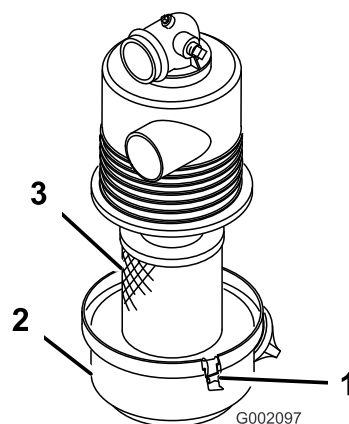

Figure 24
3. Desserrez les fixations qui maintiennent le couvercle sur le corps du filtre à air. Enlevez le couvercle du corps et nettoyez l'intérieur (Figure 24).
4. Sortez l'élément filtrant du corps du filtre avec précaution pour ne pas déloger trop de poussière (Figure 24). Évitez de cogner l'élément contre les parois du filtre.